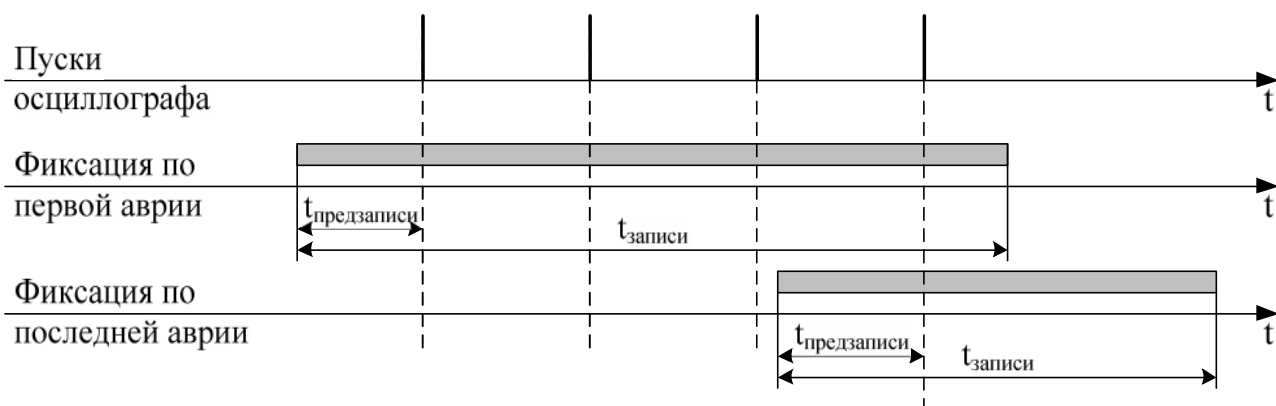

Рисунок 6.2 – Пояснения к значениям параметра «Фиксация»
- а) «Первой» (т.е. по 1-ой аварии), рисунок 6.2);
- б) «По посл.» (т.е. по последней аварии) (рисунок 6.2).